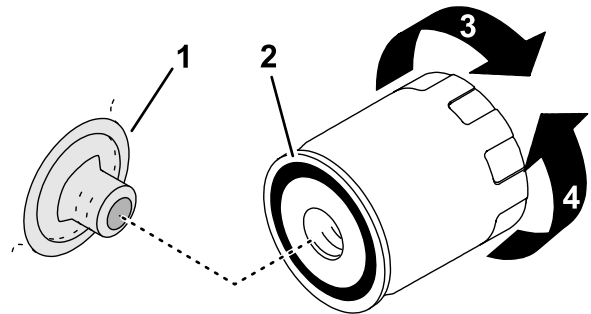

Figure 78
1. Tournez le filtre dans le sens antihoraire pour le retirer (Figure 78).
5. Appliquez une fine couche d'huile sur le joint du filtre (Figure 78).
6. Vissez le filtre à huile sur l'adaptateur jusqu'à ce que le joint en caoutchouc touche l'adaptateur, puis serrez encore le filtre d'un demi tour (Figure 78).
- Installez et serrez les 2 bougies (Figure 78).